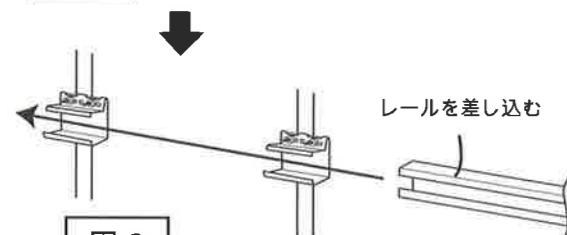

図 2
- (2) 図2のようにレール①⑧120cmを取り付けた2つのレール下金具に差し込む。(2箇所)
- (3) レール①⑧120cmとレール①⑨179cmをレール継手⑤⑩を使って継ぐ。このときレール①⑨179cmの中心が間口の中心にくるようにする。
- (4) 水系とレールの水平を確認し、仮締めしたナットをしっかりと締める。
- (2) レール①⑦200cmを差し込む。(左右2箇所)(図2参照)